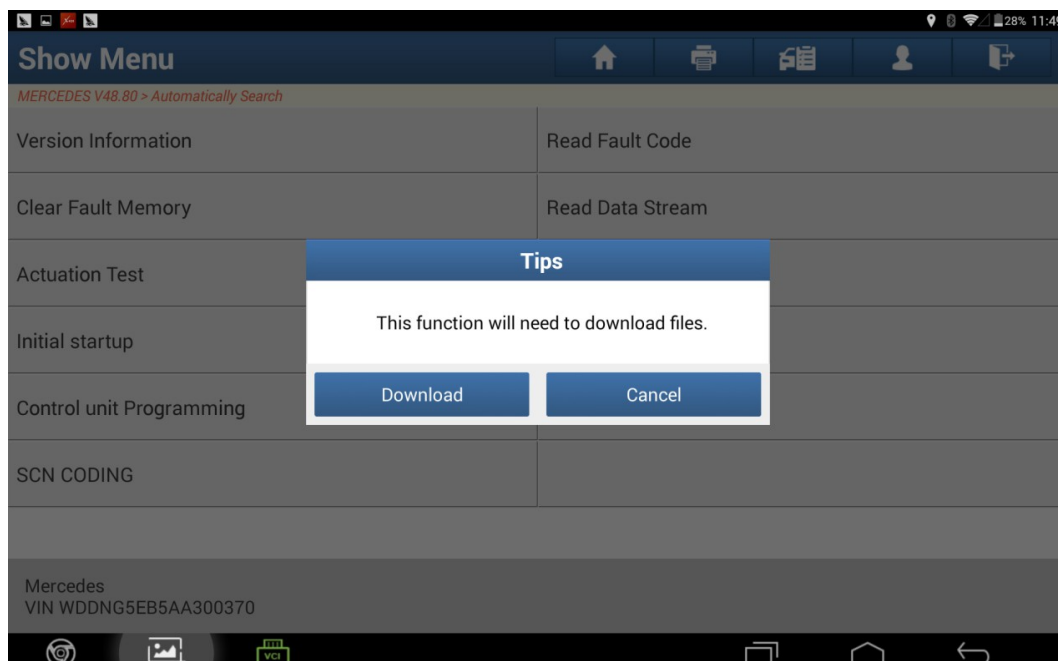

Fig. 9
9. Verrà mostrato il messaggio "Questa funzione dovrà scaricare i file" dopo aver cliccato conferma. Vedere la Fig. 9;